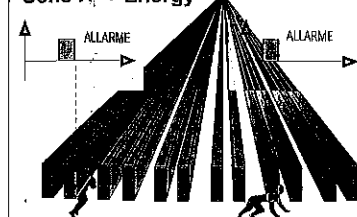

Fig.11
**Indicata** per installazioni che non presentano instabilità ambientali e che richiedono un'altissima capacità di rilevazione. (fig. 11)